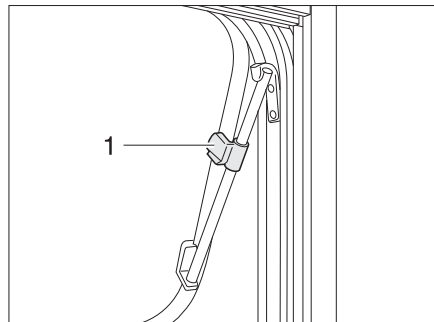

Fig. 68 Finestra apribile con deflettori a rotazione, aperta
- Aprire la finestra apribile fino alla posizione desiderata e bloccarla con il pomello zigrinato (Fig. 68,1).
- Ruotare il pomello zigrinato (Fig. 68,1) fino a sbloccare l'arresto.